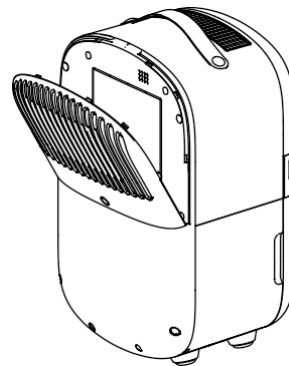

Fig. 7
3. Fjern filterdekselet (6) fra enheten, ta ut HEPA-filteret (10) og kullfilteret (fig. 7).